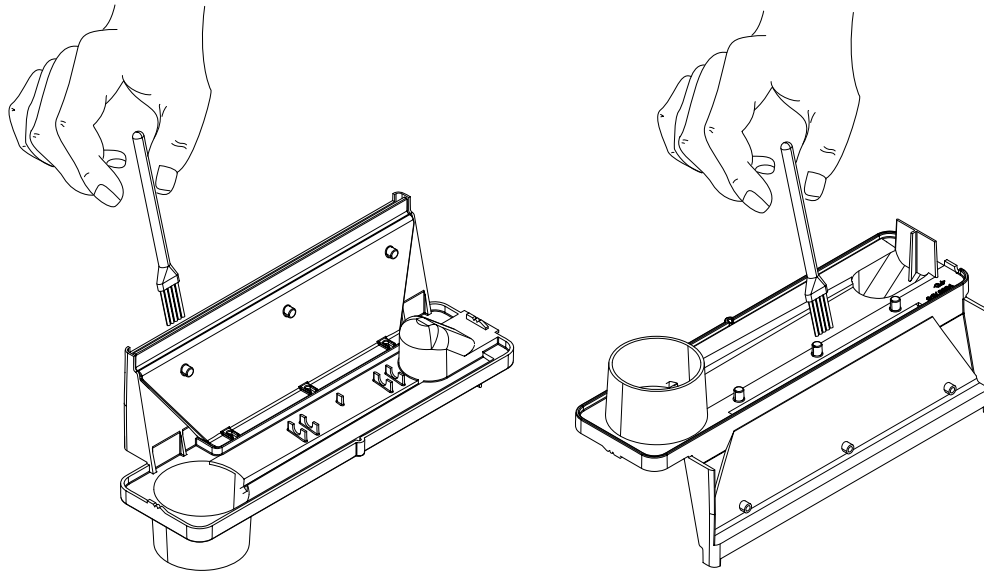

Fig.10
11. Limpie con el cepillo la superficie de salida de la tapa del sumidero y aclare abundantemente con agua. (Véase la Fig. 10)